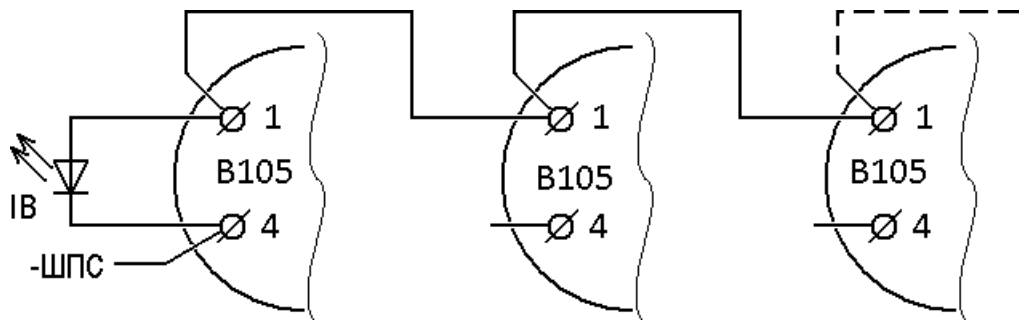

Рис. 4 Схема підключення одного IB до групи сповіщувачів
1.7 Можливе під'єднання одного ІВ до групи сповіщувачів (див. рис.4).
Допустиме підключення одного IB до групи сповіщувачів. Для цього слід провести з'єднання гвинтових терміналів 1 відповідно до рис.4 (Інші з'єднання умовно не показані).